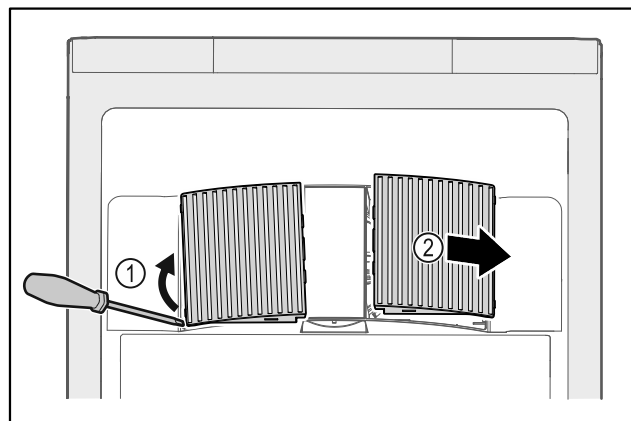

Fig. 34
- ▶ Lirk forsigtigt ventilatorafdækningerne ud fra siden Fig. 34 (1), og tag dem af forfra Fig. 34 (2).